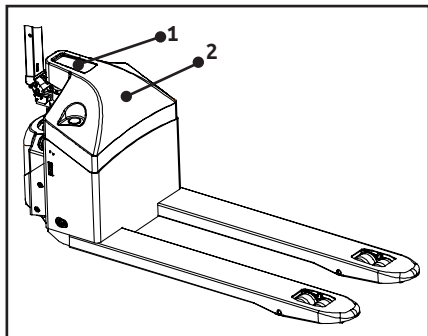

Figura 6
- ① Apagar la cerradura eléctrica, y el interruptor de parada de emergencia.
- ② Aflojar el tornillo 1 y retirar la tapa 2. (Figura 6).